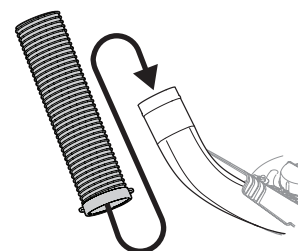

Figure 22
3. Soulevez le tube par les poignées à son extrémité. Enfilez le tube sur le coude de goulotte, comme illustré à la Figure 22.